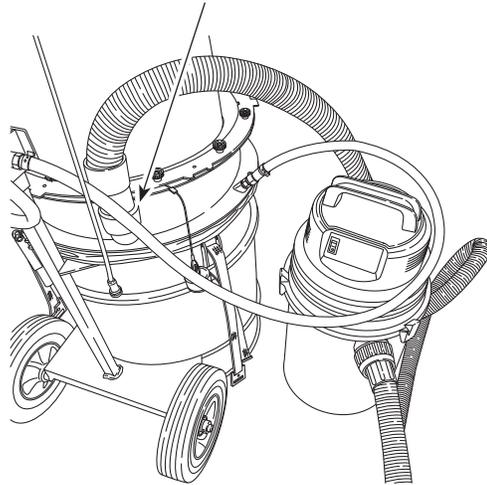

Figure 21
6. Retirez le bouchon en caoutchouc de la base intermédiaire et insérez le tuyau de l'aspirateur. Voir Figure 21.